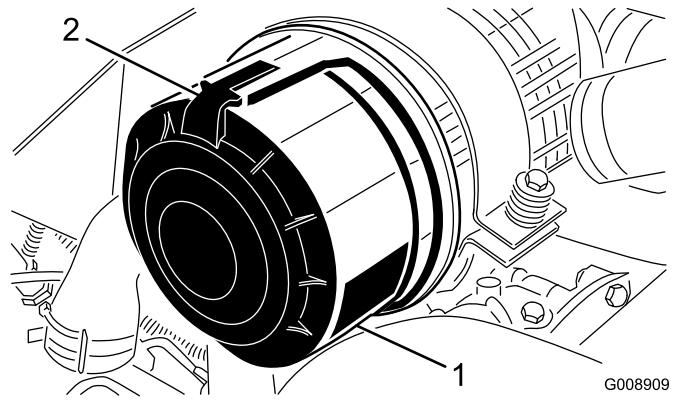

Figura 90
1. Liberte os trincos que fixam a cobertura do filtro de ar ao respetivo corpo (Figura 90).